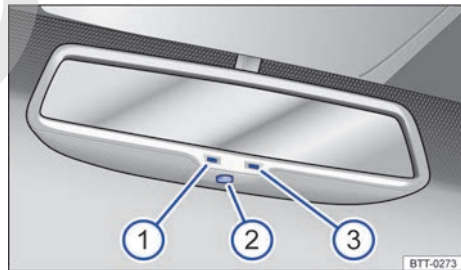

Fig. 71 En el parabrisas: espejo retrovisor interior antideslumbrante automático.
Leyenda para ⇒ fig. 71:
- ① Luz de control.
- ② Interruptor.
- ③ Sensor para reconocer la incidencia de luz desde atrás.
El antideslumbrante automático se puede conectar y desconectar con el interruptor en el espejo retrovisor interior ⇒ fig. 71 ②. Si está conectado el antideslumbrante automático se enciende la luz de control ⇒ fig. 71 ①.
- Un sensor del lado que indica hacia el interior del vehículo, que mide la incidencia de luz desde *atrás* ⇒ fig. 71 ③.